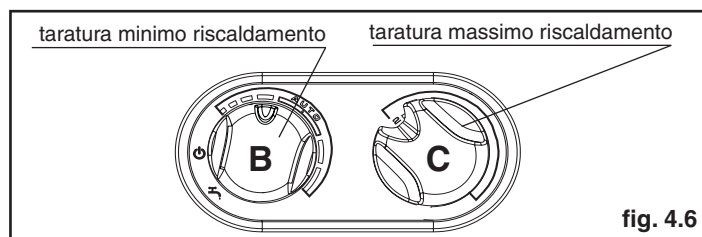

fig. 4.6
- ruotare la manopola di regolazione temperatura acqua riscaldamento **B** (fig. 4.6) fino a raggiungere il valore di minimo riscaldamento come indicato nella tabella multigas a pagina 9
- ruotare la manopola di regolazione temperatura acqua sanitario **C** (fig. 4.6) fino a raggiungere il valore di massimo riscaldamento come indicato nella tabella multigas a pagina 9